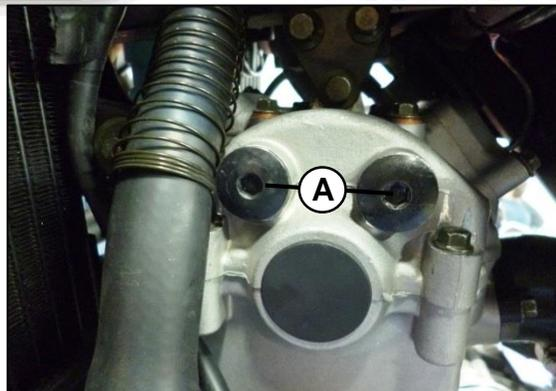

Fig. 01
Remueva los tapones de verificación (A), del tiempo mecánico del piñón árbol de levas. **Fig. 01**